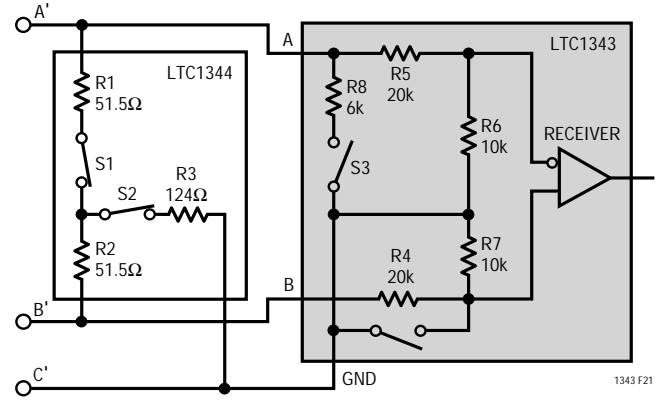

図21. V.35レシーバ構成
V.35モードでは図21に示すとおり、LTC1344内のスイッチS1とS2がオンになり、Tネットワーク・インピーダンス接続となります。LTC1343内の2つのスイッチはオフです。レシーバの30k入力インピーダンスがTネットワーク終端と並列に配置されますが、総合入力インピーダンスに大きく影響することはありません。